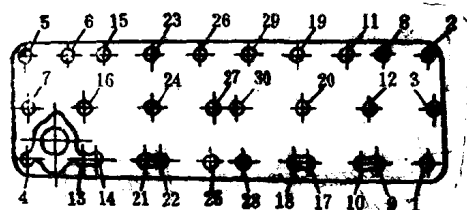

图1-1-3 解放CA15气缸盖螺栓松开顺序
- (1) 拆下进、排气歧管。
- (2) 顶置气门式发动机先拆下气门室罩, 卸下摇臂轴支座紧固螺栓, 拆下摇臂轴、摇臂, 取出所有推杆。
- (3) 按照规定的顺序, 如图1-1-3所示, 从两端向中间交叉、均匀地松开缸盖螺栓。
- (4) 摇转曲轴, 利用气缸压力使缸盖、缸垫分离, 拆下